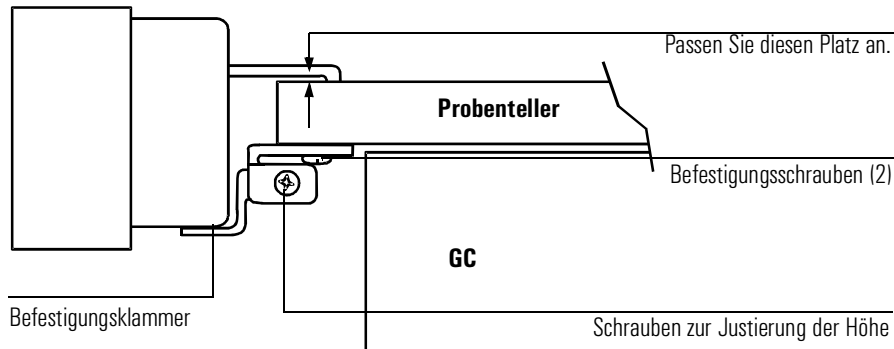

Abbildung 4 Die Befestigungsklammer der Barcode-Leseinheit
5. Passen Sie die Höhe der Barcode-Leseinheit an. Lösen Sie die Justierschraube für die Höhe auf der Seite der Befestigungsklammer etwas, und heben oder senken Sie die Klammer etwas, bis Sie einen sehr kleinen Spalt – ungefähr die Stärke einer Papierseite – zwischen den Befestigungsklipps der Barcode-Leseinheit und dem Probenhalter erhalten. Siehe Abbildung 4. Ziehen Sie die Justierschraube für die Höhe fest.